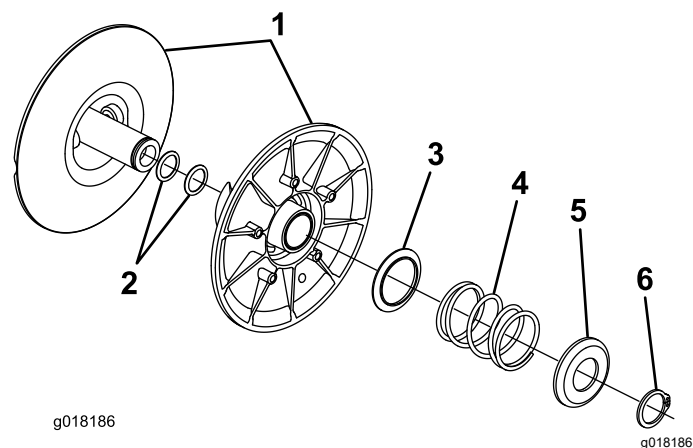

Figura 10
6. Vire a embraiagem (Figura 10).
7. Utilizando ferramenta de compressão de molas (TOR-6027), comprima a retenção da mola exterior e mola para o interior aliviando a pressão no anel de retenção (Figura 10).
9. Separe as duas metades da embraiagem (Figura 10).
10. Faça deslizar um calço para o veio da embraiagem (Figura 10).